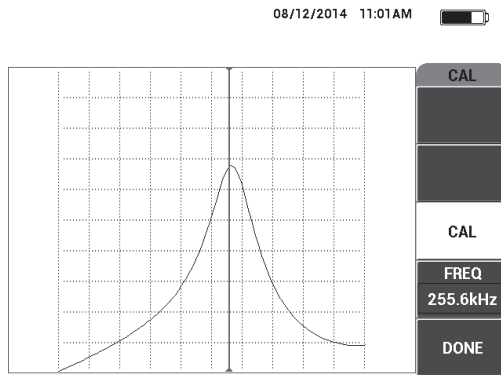

Figura 6-47 Tela CAL
6. Pressione **DONE** (tecla E) [veja Figura 6-47 na página 164].